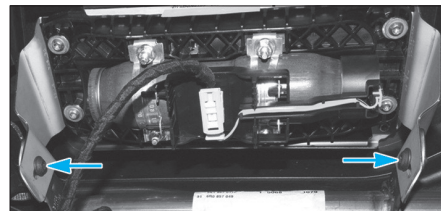

Fig. 36
- les deux vis de fixation de l'airbag passager et le débrancher (Fig.36),